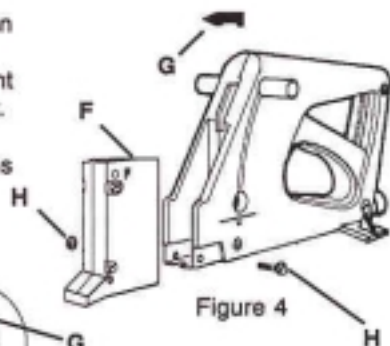

Figure 4
2. Enlevez la vis et l'écrou se trouvant sur le devant du Framemaster et faites glisser le magasin vers l'avant. Figure 4.